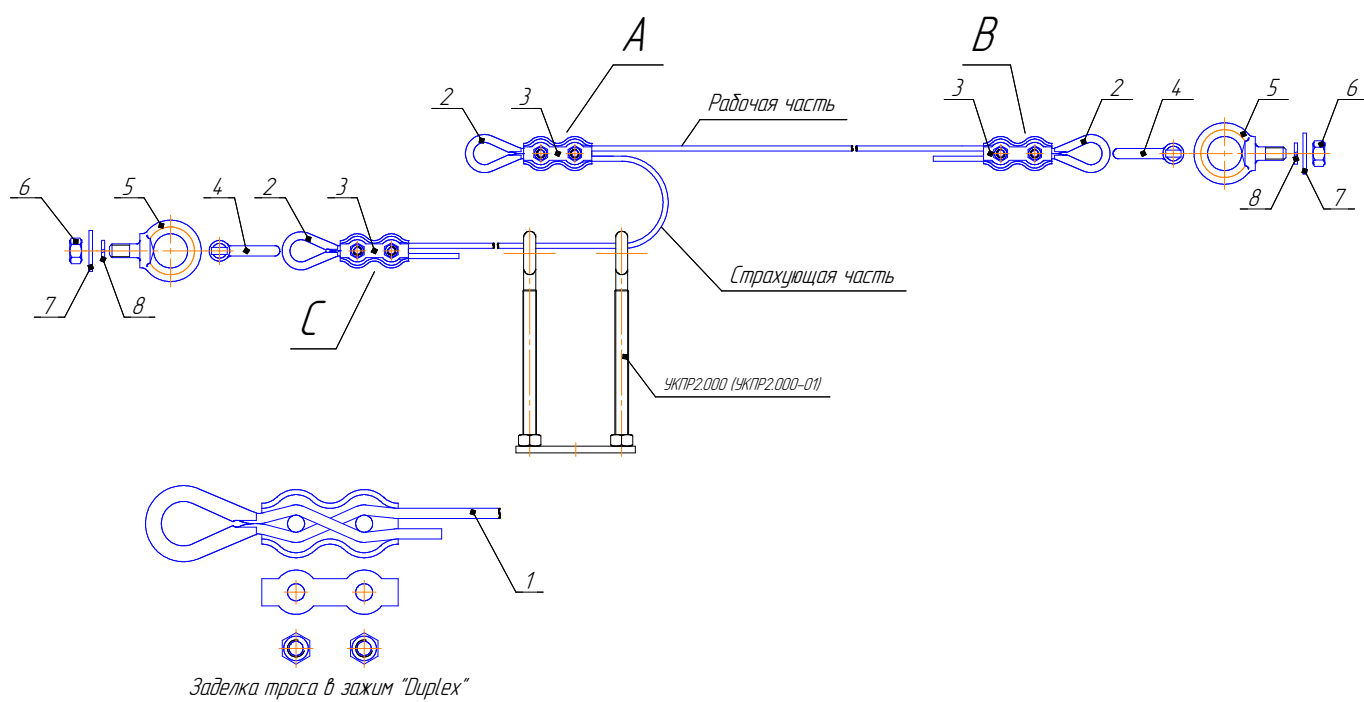

Рис.1
| Наименование           | Позиция(см. Рис.1) | Количество |
- 4.6. Установить коуш и зажим в точке А (см. Рис.1) троса. Положение коуша А определяет длины рабочей и страхующей ветвей троса. Длина и расположение рабочей части троса должны быть таковы, чтобы в рабочем режиме конвейерная лента с грузом не касалась троса, а при аварии (продольном разрыве) край разрыва ленты, выпирающий металлокорд или сыпавшийся груз оказывали воздействие на рабочую часть троса, создавая её избыточное натяжение, и приводя к срабатыванию устройства УКПР2.000.